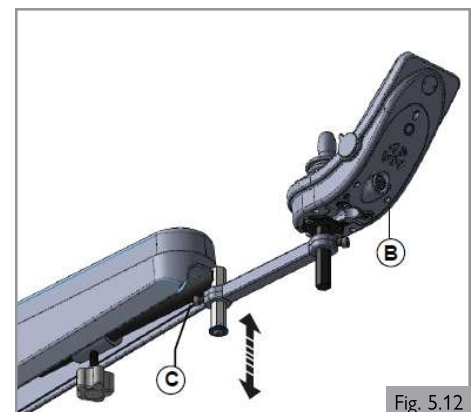

Fig. 5.12
Preajuste de la altura del mando (1) (Fig. 5.12)
1. Afloje el tornillo (C).
2. Deslice el mando (B) hasta la altura deseada.
3. Apriete el tornillo (C). Consulte el momento de fuerza M6 en la sección 8.